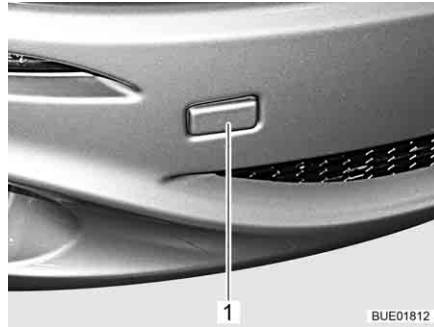

Fig. 48 Couvercle pour la fixation de l'œillet de remorquage
- Retirer le couvercle (Fig. 48,1).